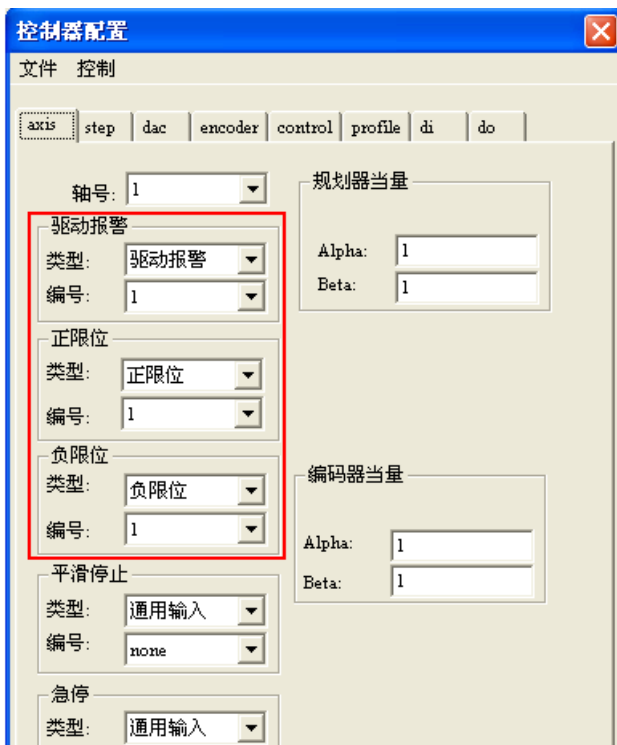
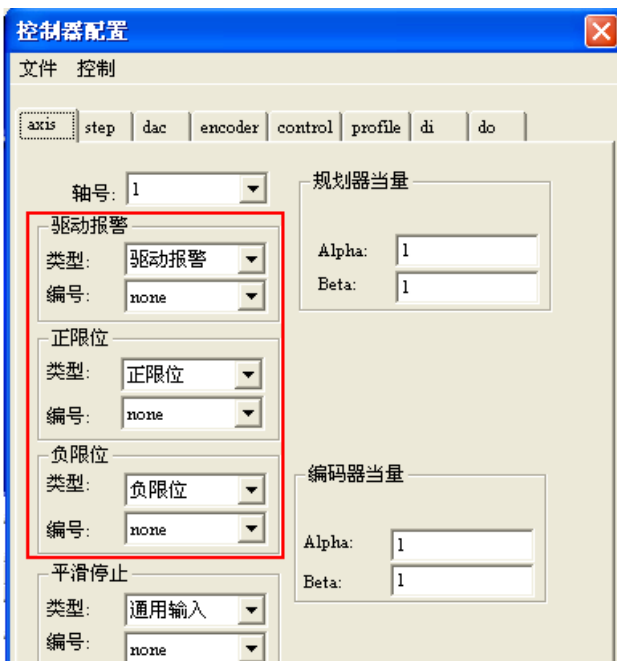
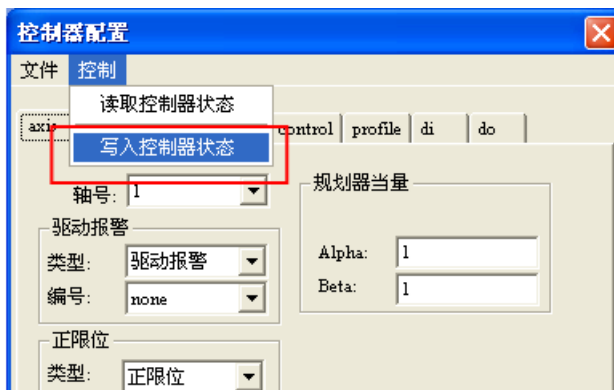

图 4-5 控制器配置模块对话框
图 4-6 无效限位以及驱动报警设置
图 4-8 写入控制器状态
- 1) 以第1轴为例，操作如下：点击MCT2008主界面菜单“工具”-->“控制器配置”，将会弹出控制器配置模块对话框。如图4-5所示。
- 2) 图4-5中显示“axis”配置状态为轴1的驱动报警绑定在1号驱动报警信号上，正限位绑定在1号正限位信号上，负限位绑定在1号负限位信号上。此时，由于未接传感器，而控制器默认状态下以上信号都是触发的。因此，应将以上信号无效掉，即各编号设置为“none”，操作如图4-6所示：
(5) 最后，将设置的参数写入控制器，如图4-8所示：
- 1) 启动MCT2008，如图4-4所示，复位控制器。点击主界面菜单“工具”->“控制器配置”，将会弹出控制器配置模块对话框，如图4-5所示。首先，将轴1的报警无效掉，如图4-6所示。接着，将标签页切换到“dac”标签页，选择dac编号1，将dac绑定到轴1上输出，其他的设置采取默认的设置，如图4-9所示：
- (4) 最后，将设置的参数写入控制器，如图4-8所示。
- (4) 对话框右边的一排按钮可以对轴进行一些操作。
- a) 控制器存在伺服报警，此时请按图4-6重新进行设置并按图4-8写入到控制器中。